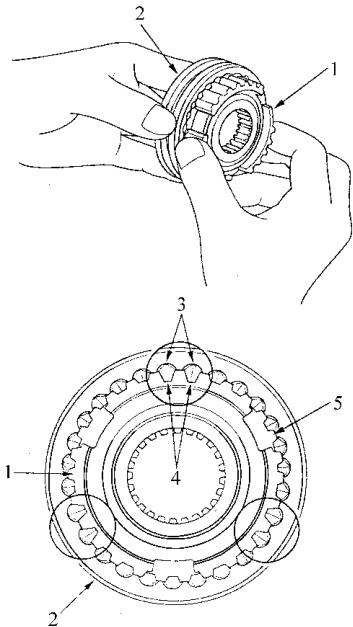

图 4-96 检查同步毂与同步齿套
2) 如图 4-96 所示，将同步毂安装到与其配合的同步齿套内，并检查其活动是否自如。确信同步齿套的 3 套长齿(以 120° 分隔)要与同步毂上的 3 个深槽要配合。安装同步齿套时，不要让其装入同步毂的狭槽中，因为，那样会损坏弹簧圈。